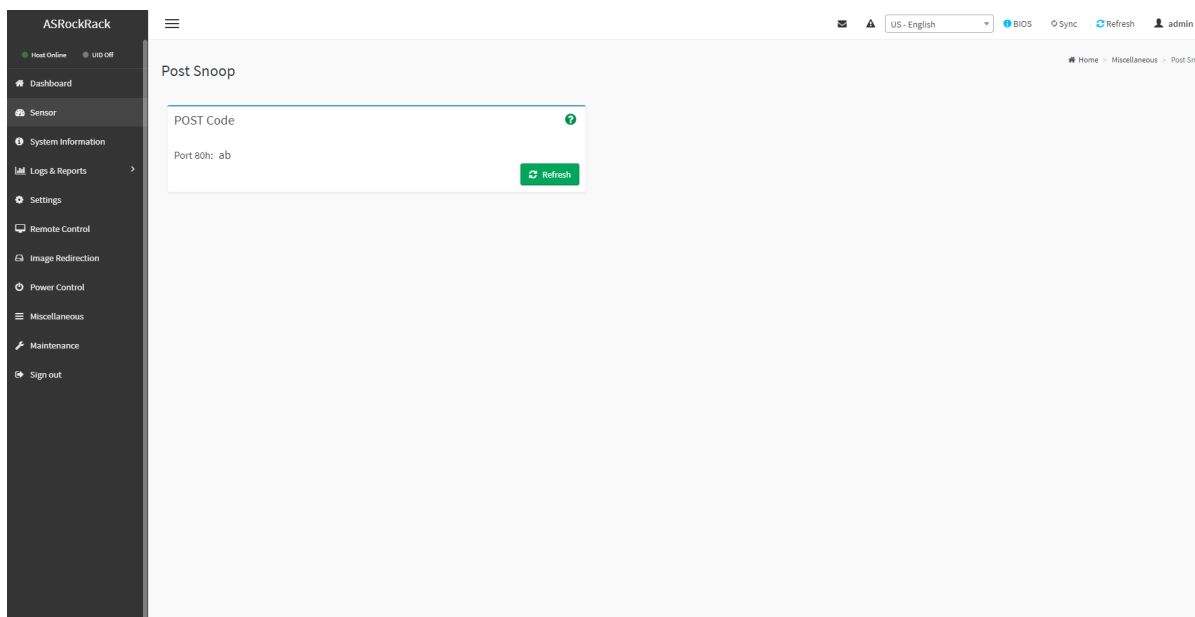

Рис. 124. Окно «Post Snoop»
- 8) Пройдите во вкладку «Miscellaneous» → «Post Snoop» в данной вкладке предоставляется пользователям возможность просматривать последний код POST BIOS. Окно показано на рис. 124 Окно «Post Snoop»